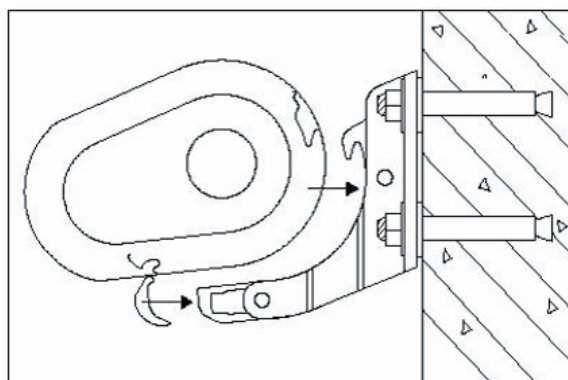

Bild 5
7. Hängen Sie die ausgepackte Markise mithilfe einer weiteren Person in die Halterung ein und richten Sie sie seitlich so aus, dass sich die Halterungen im Bereich der Markierungen (siehe Punkt 3) befinden. Befestigen Sie die Markise nun mit den Sicherungsschrauben an der Halterung und sichern Sie sie auf diese Weise gegen Herausfallen (Bild 5).